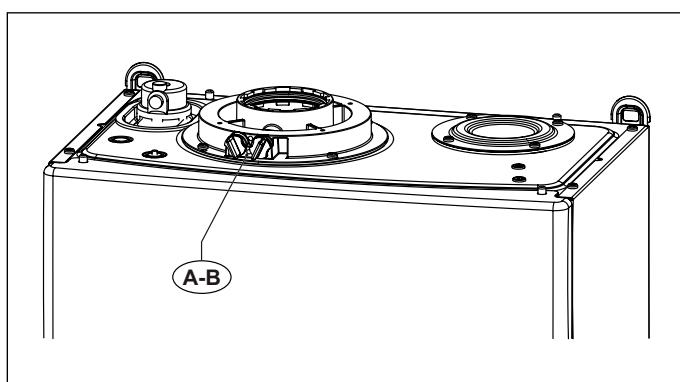
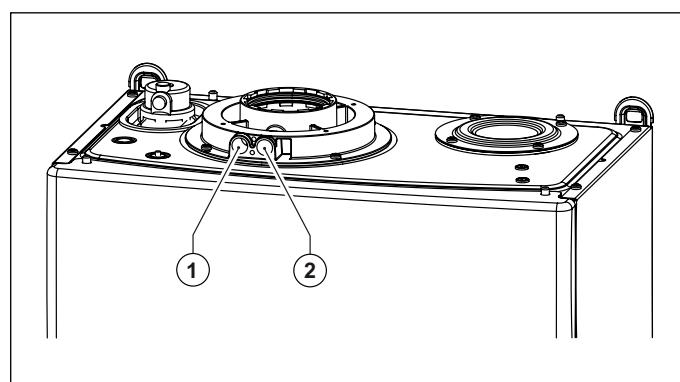

Fig. 20 Poziția bușoanelor
Fig. 21 Poziția orificiilor
Centrala termică este prevăzută cu un turn pentru racordarea conductelor de aspirație aer/evacuare gaze arse (vezi Fig. 20 Poziția bușoanelor și Fig. 21 Poziția orificiilor).
În turn au fost prevăzute orificii pentru accesul direct al aerului de combustie și pentru evacuarea gazelor arse (vezi Fig. 21 Poziția orificiilor).
Înainte de a efectua măsurările înălăturăți bușoanele A și B din orificiile prevăzute pe turn (vezi Fig. 20 Poziția bușoanelor).
- măsurarea aerului de combustie preluat din orificiu 1 (vezi Fig. 21 Poziția orificiilor).
- măsurarea temperaturii gazelor arse și a CO2 prelevat din orificiu 2 (vezi Fig. 21 Poziția orificiilor).
Cablurile termostatului trebuie conectate la bornele (1) și (2) ale plăcuței electronice (vezi Fig. 16 Schema electrică RTFS și Fig. 20 Schema electrică CTFS) după ce a fost eliminată puntea furnizată cu centrala termică. Scheme electrice la pagina 58 după ce a fost eliminată puntea furnizată cu centrala termică.